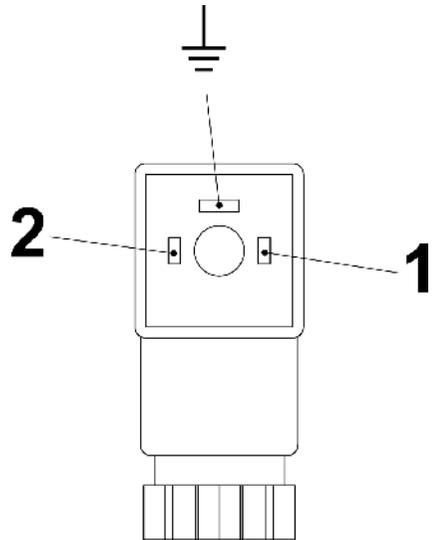
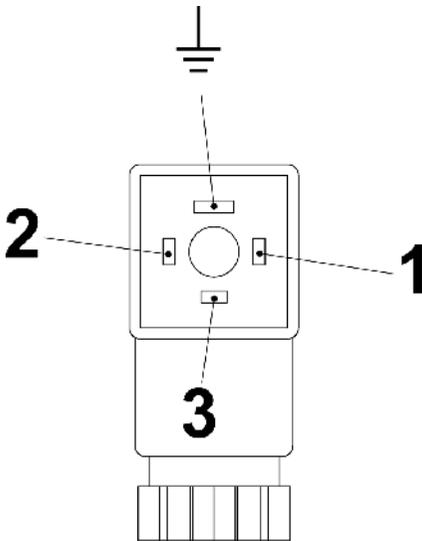

Abb. 25: Pin-Belegung Steckerdose Schließer (Form 15x50)
Abb. 26: Pin-Belegung Steckerdose Wechsler (Form 15x50)
6. ➤ Anschluss gemäß den Anschlussbildern (Abb. 25 und Abb. 26) vornehmen